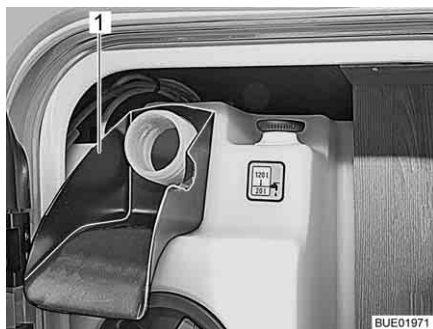

Fig. 245 Aide au remplissage
- Emboîter l'aide au remplissage (Fig. 245,1) sur le bec de remplissage d'eau potable.